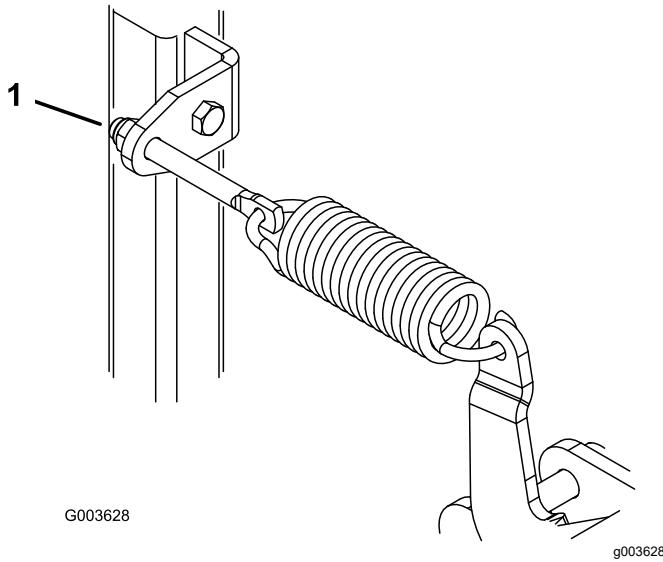

Рисунок 15
2. Подъем отвала производится поворотом регулировочных гаек пружин (Рисунок 15) по часовой стрелке, а опускание - поворотом против часовой стрелки.